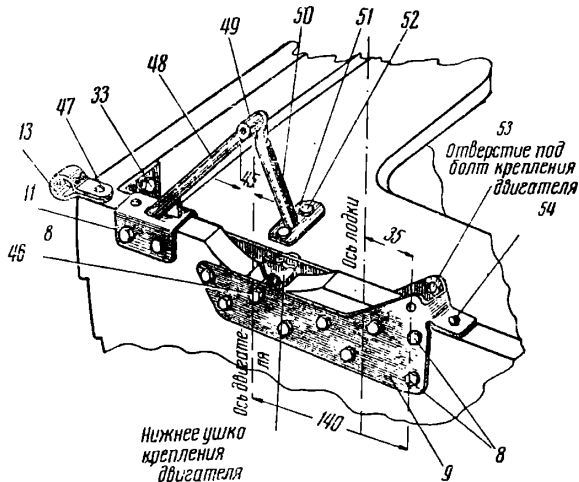

Рис. 36. Установка узлов крепления двигателя:
36). Установка узлов на транце отдельно без двигателя показана на рис. 36. Узел 9 изготовлен из листовой стали толщиной 3 мм и имеет две точки крепления двигателя болтами 46 и 53. Второй кронштейн 11 состоит из пластины — стойки 48 с приваренной к ней втулки 49 и подкоса 50 с приваренной пластиной 51. Пластина 51 подкоса упирается в банку (сидение 29) и крепится к ней двумя болтами 52. Подкос 50 предназначен для предохранения лодки от разбалтывания при работе двигателя.